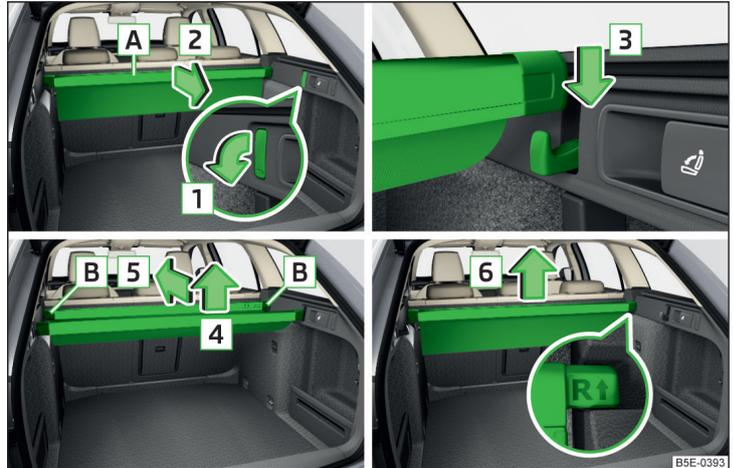

Abb. 117 Multifunktions tasche: herausziehen/einsetzen/einschieben/herausnehmen
- › Die vorderen Haken an beiden Gepäckraumseiten in Pfeilrichtung **1** nach unten klappen » Abb. 117.
- Die hintere Leiste von den Haken in Pfeilrichtung **4** abnehmen » Abb. 117.
- Die Tasche aus den Aufnahmen in Pfeilrichtung **6** herausnehmen » Abb. 117.